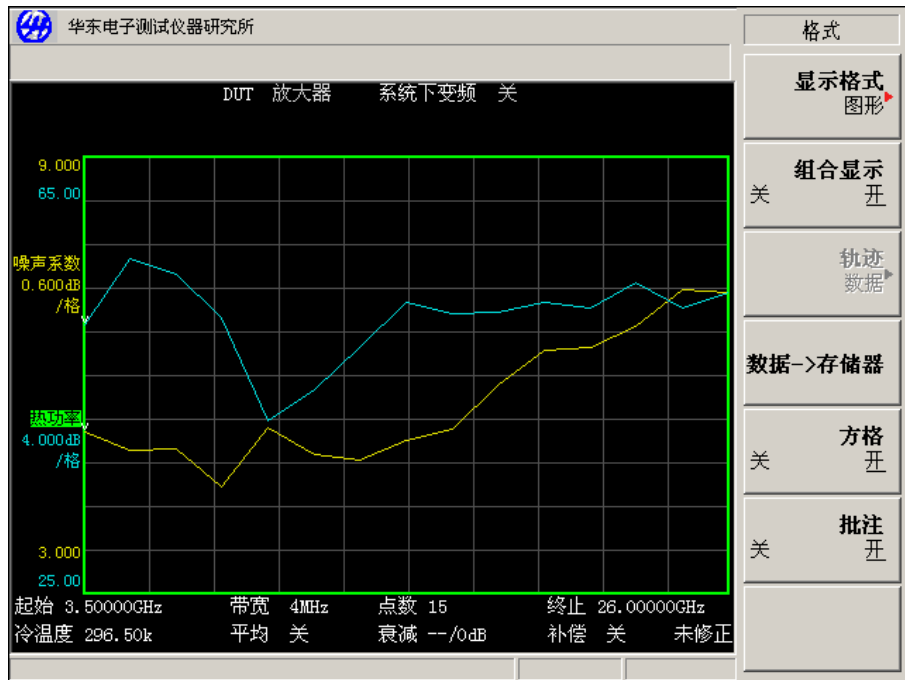

图 3-12 两条轨迹在同一图形中组合的典型显示
- 步骤2. 按**组合显示** 开菜单键，将两个当前显示的图形组合在同一图形中的，如图3-12所示。